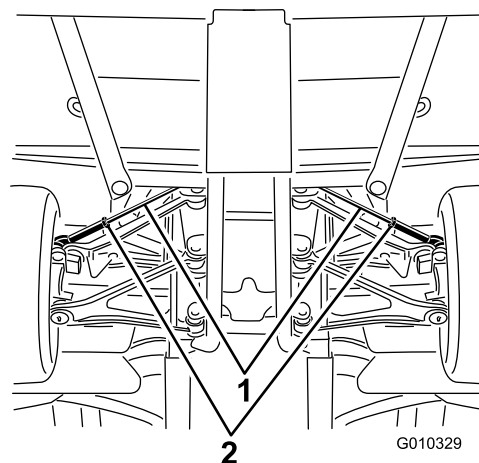

図 49
- A. タイロッドの中心についているジャムナットをゆるめる **図 49**。